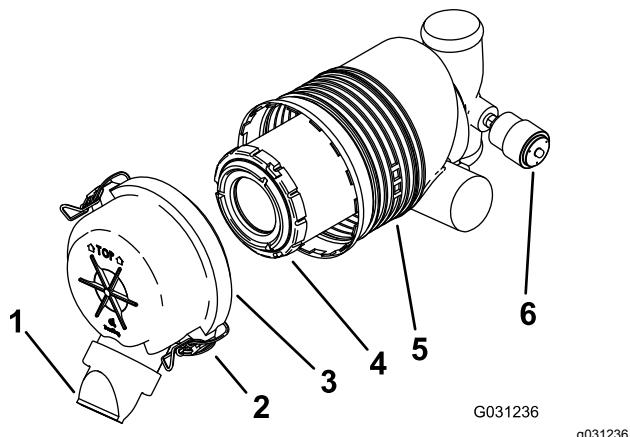

Рисунок 41
Внимание: Фильтр воздухоочистителя следует менять только, когда индикатор обслуживания станет красным (Рисунок 41). Замена воздушного фильтра без необходимости ведет лишь к повышению вероятности попадания грязи в двигатель при извлечении фильтра.
- Освободите защелки воздухоочистителя и отделяйте крышку от корпуса воздухоочистителя (Рисунок 41).
- Если индикатор обслуживания прозрачный, установите крышку воздухоочистителя таким образом, чтобы пылезащитный колпачок был ориентирован вниз, и закройте защелки (Рисунок 41).
1. Осторожно извлеките фильтр из корпуса воздухоочистителя (Рисунок 41).
3. Осторожно установите фильтр (Рисунок 41).
4. Установите крышку воздухоочистителя таким образом, чтобы пылезащитный колпачок был ориентирован вниз, и закройте защелки (Рисунок 41).